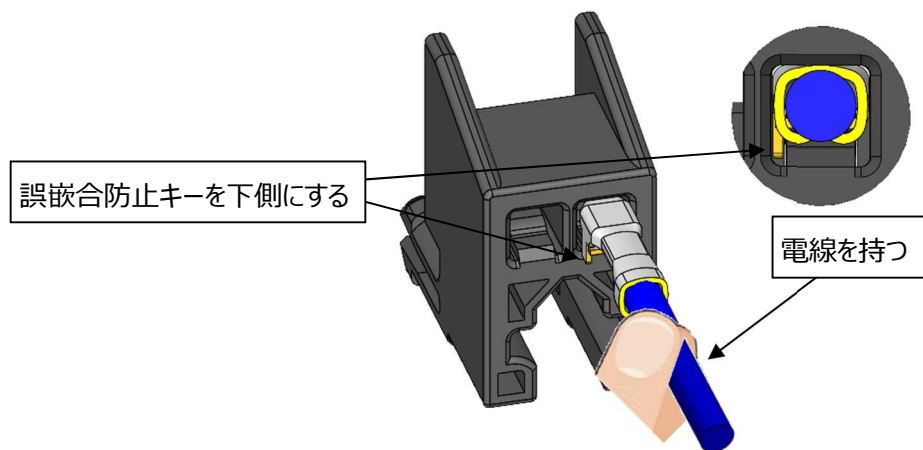

図.23 端子挿入方向
- ① 端子が正しく圧着されているか、傷・変形・異物の付着が無いかを確認して下さい。
- ② 図 23 に示す様に、端子挿入時は電線を持って挿入して下さい。
- ③ 図 23 に示す向きで該当するハウジングのコアホールの奥に突き当たるまで挿入して下さい。
- ④ 端子挿入後は、電線を軽く手前に引き、係止されているかを確認して下さい。